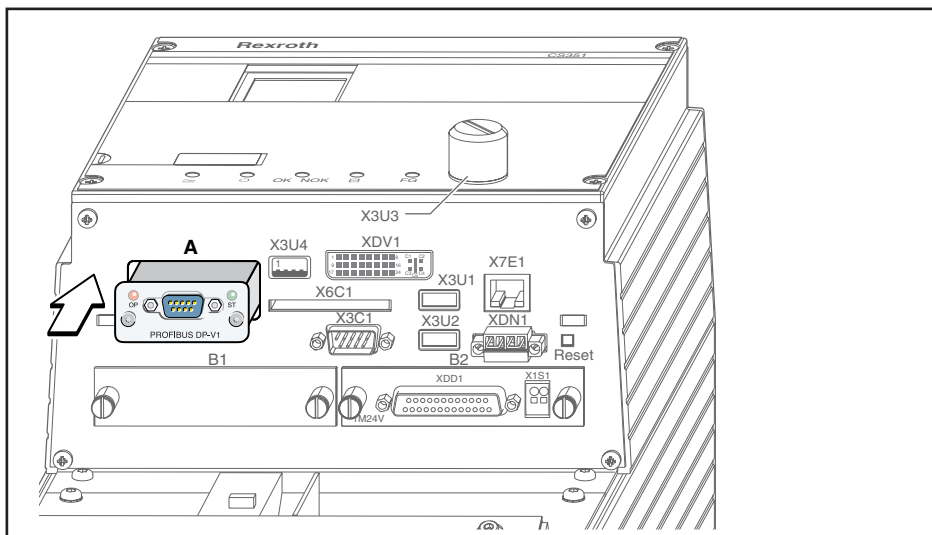

Fig. 2 : Exemple : logement A du système compact CS351
2. Embrochez le module d'interface IMpdp jusqu'en butée dans le logement de carte prévu à cet effet (A) au niveau des composants système (exemple à la Fig. 2).